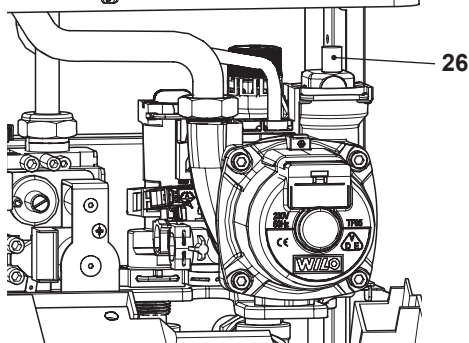
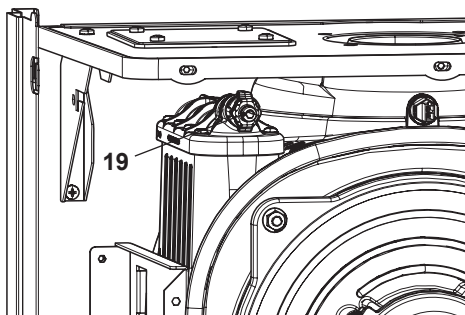

Рисунок 9.5
Рисунок 9.6
- Чтобы ускорить опорожнение, необходимо поднять пробку 26 автоматического воздуховыпускного клапана, см. Рисунок 9.5 и открутить выпускной патрубков первичного конденсирующего теплообменника 19, см. Рисунок 9.6.